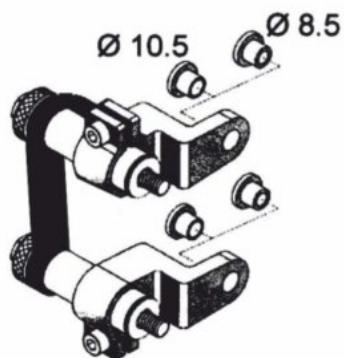

Рисунок 17
7.4.2 Определите, какие вставки для крепежного адаптера использовать в зависимости от диаметра (см. рис. 17):
7.4.3 Зафиксируйте крепежный адаптер с помощью оригинальных болтов тормозного суппорта, через резьбовые отверстия для крепления тормозного суппорта (см. рис. 17).